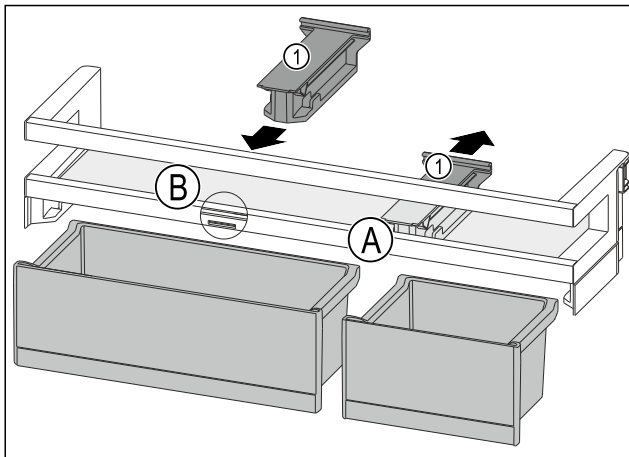

Fig. 90
- ▶ 将定位件 Fig. 90 (1) 向后拉至位置 Fig. 90 (A)。
- ▶ 将定位件 Fig. 90 (1) 插入至位置 Fig. 90 (B)。